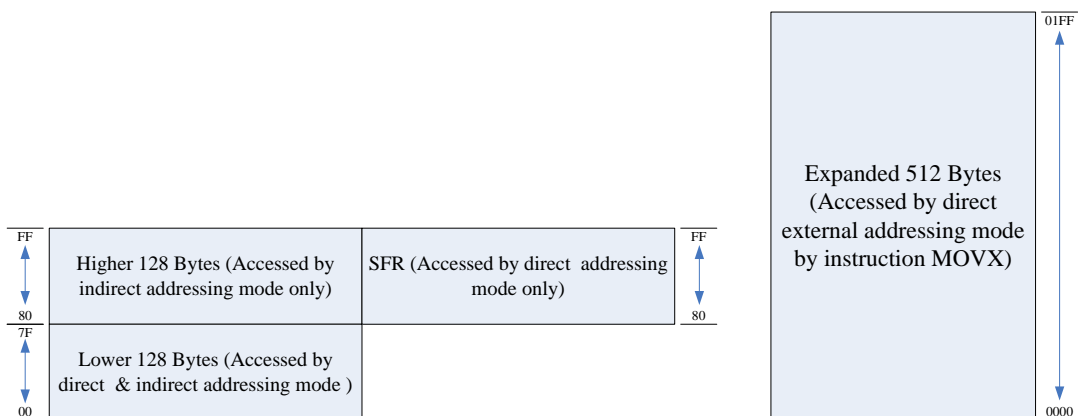

图 2-2: RAM architecture
- b. OB6619 具有 512 字节+ 256 字节片上 SRAM，如以下图 2-2，其中 256 字节和通用的 8052 内部存储器结构一样，同时扩大 512 字节片上 SRAM 可以访问外部内存寻址（由指令 MOVX）。